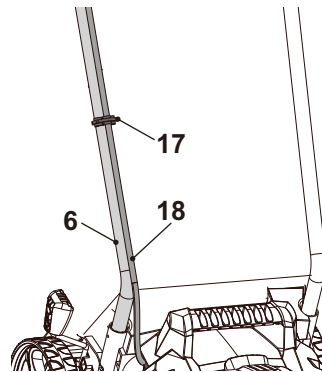

Fig. 3
5. Fixez le câble électrique (18) avec la pince de câble (17) sur la barre de guidon inférieure (6) (Fig. 3).